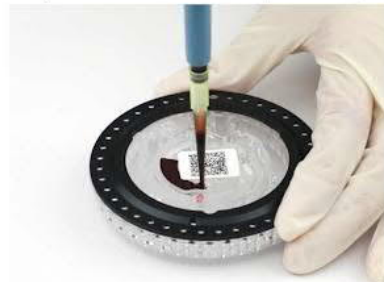

рис. 4-1-1
1. Введите образец в уникальное коническое отверстие для образца на реагентном роторе, используя стандартную пипетку объемом 100 мкл и одноразовый наконечник пипетки, как показано на рис. 4-1-1.